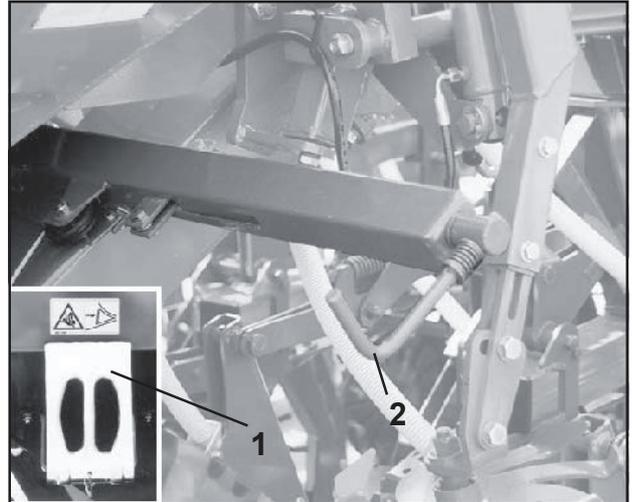

Fig. 5.8
- Vor dem Abkuppeln die Airstar Primera mit den beiden Unterlegkeilen (Fig. 5.8/ 1) gegen unbeabsichtigtes Wegrollen sichern.
- Feststellbremse (Fig. 5.8/ 2) anziehen.